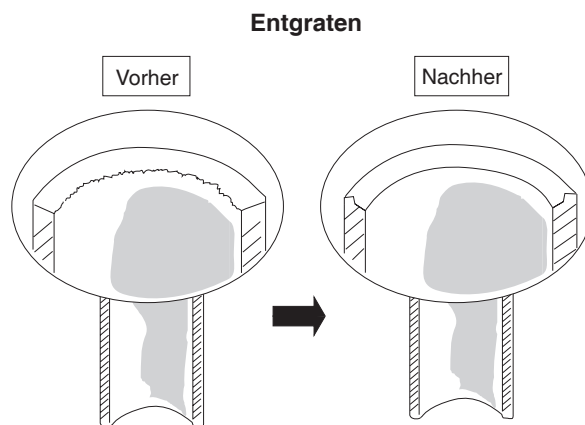

Abb. 5-1
- (1) Die Kupferleitung mit einem Rohrschneidewerkzeug auf die erforderliche Länge zuschneiden. Es wird empfohlen, dabei zur geschätzten Länge ungefähr 30 bis 50 cm hinzuzufügen.
- (2) Die Enden der Kupferleitung nun mit einer Reibahle oder Feile entgraten. Dies ist sehr wichtig und muss sorgfältig durchgeführt werden, um eine korrekte Ausweitung zu erhalten (Abb. 5-1).